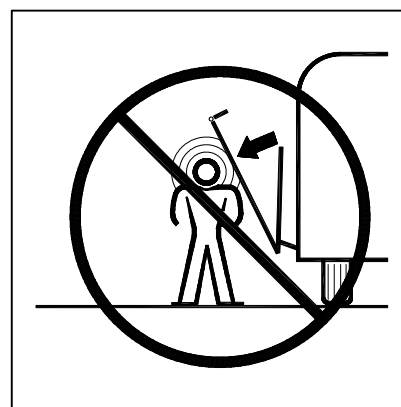

FIGURA 3: MANTÉNGASE ALEJADO CUANDO ESTÁ EN FUNCIONAMIENTO
- Vea la Figura 3. No se pare enfrente del elevador estando la plataforma en funcionamiento.